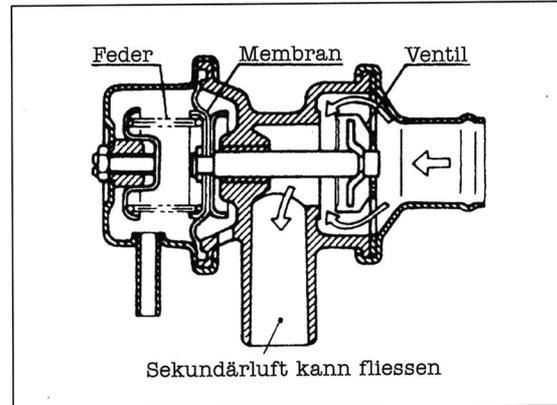
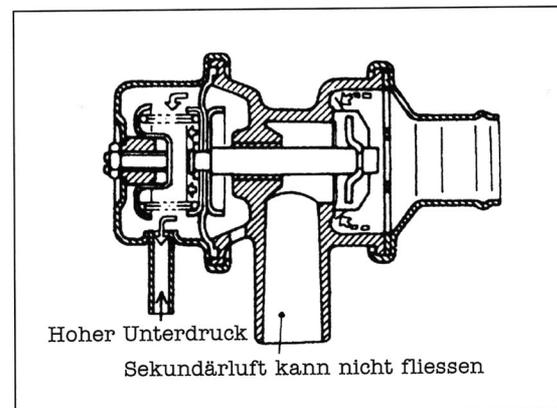

Bild 93
Bild 94
-  Bei niedrigem Unterdruck muss Luft durchströmen (Bild 93), ab 430 – 490 mm Hg darf keine Luft mehr strömen (Bild 94).